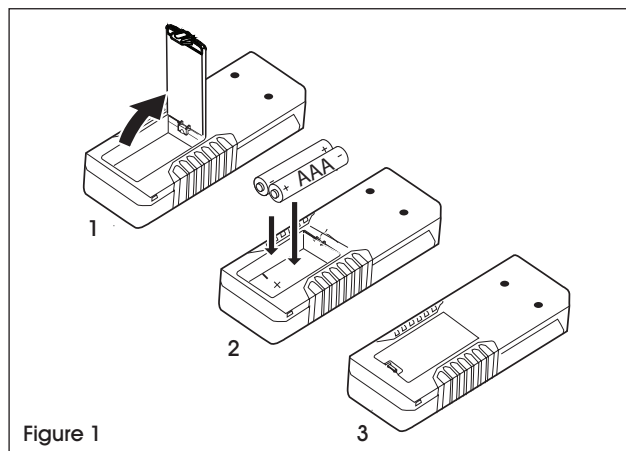

Figure 1
**REMARQUE :** Assurez-vous que les piles sont insérées correctement, en respectant la polarité. (Voir Figure 1)